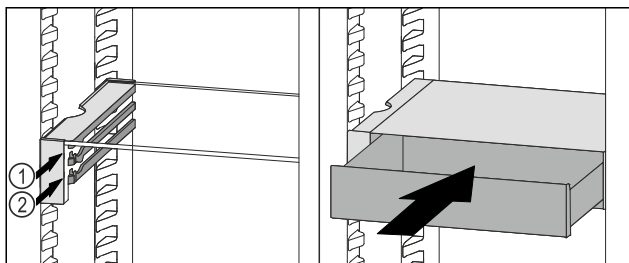

Fig. 111
- A VarioSafe-fiókot az ütközők mögött helyezze a kívánt bordára a Fig. 111 (1) vagy Fig. 111 (2) szerint.